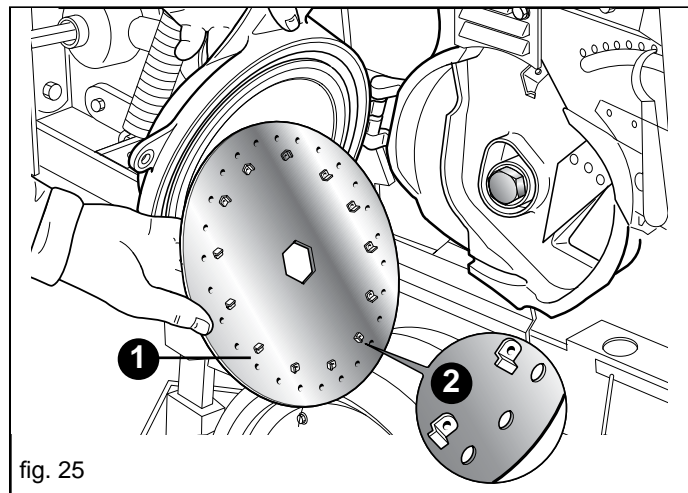

fig. 25
In die Säapparate (Abb. 25) wird eine Scheibe montiert (1, Abb. 25), die je nach Samengröße (der Samen darf nicht in das Loch eintreten) gewählt wird. Die Samen, die durch Ansaugung die Scheibenlöcher verstopfen, werden dann auf dem Acker verteilt. Die Sämaschine wird dem Kunden mit nur einer bereits in die Sämaschine montierten Scheiben-serie geliefert. Folgende weitere Scheibenserien kann der Kunde beim Hersteller bestellen (siehe Seite 95).
- Die Sprossen müssen beim Einbau der Scheibe in Richtung des Säapparattenraums gerichtet sein (2, Abb. 25).